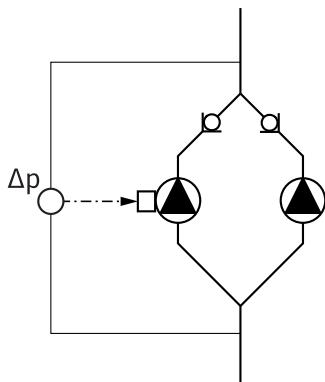

Fig. 13: Eksempel, tilslutning differenstryktransmitter
- I eksemplet på fig. 13 er masterpumpen venstre pumpe i flowretning. Tilslut differenstryktransmitteren ved denne pumpe.
Differenstryktransmitterens målepunkter på masterpumpen skal være i det tilhørende samlerør på dobbelpumpeanlæggets suge- og trykside (fig.13).